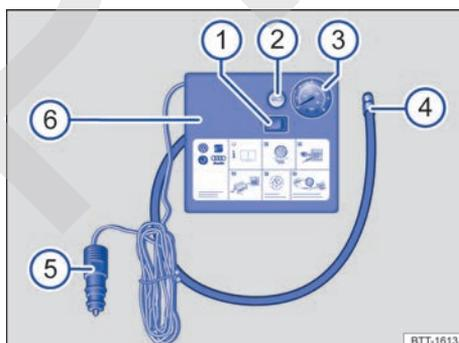

Fig. 217 Representación esquemática: compresor del kit reparapinchazos.
El compresor del kit reparapinchazos se compone de los siguientes elementos → fig. 217:
- Enrosque fijamente el tubo de inflado → fig. 217 ④ del compresor de aire en la válvula del neumático.
- Compruebe que el tornillo de descarga de aire → fig. 217 ② esté cerrado.
- Acople el conector de 12 voltios → fig. 217 ⑤ a una toma de corriente de 12 voltios del vehículo → pág. 194.
- Encienda el compresor de aire con el conmutador de encendido y apagado → fig. 217 ①.
- Deje el compresor en funcionamiento hasta alcanzar una presión de 2,0 a 2,5 bares (29-36 psi/200-250 kPa) → ⚠. **No lo deje funcionar más de 8 minutos** → ①.
Vuelva a enroskar el tubo de inflado → fig. 217 ④ y compruebe la presión del neumático en el indicador ③.